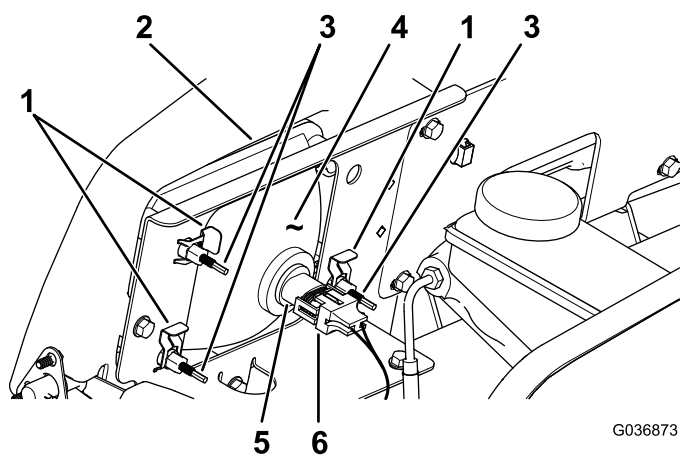

Figura 55
3. Desligue o conector elétrico para a cablagem do conector do conjunto da lâmpada (Figura 55).
4. Retire os cliques rápidos que fixam o farol ao respetivo suporte (Figura 55).
5. Retire o conjunto do farol movendo-o para a frente através da abertura no pára-choques dianteiro (Figura 55).
6. Instale o novo farol através da abertura no pára-choques (Figura 55).
8. Ligue o conector elétrico para a cablagem ao conector do conjunto da lâmpada (Figura 55).
2. Na parte traseira do conjunto de faróis, rode os parafusos de ajuste (Figura 55) para inclinar o conjunto dos faróis e alinhar a posição do feixe.